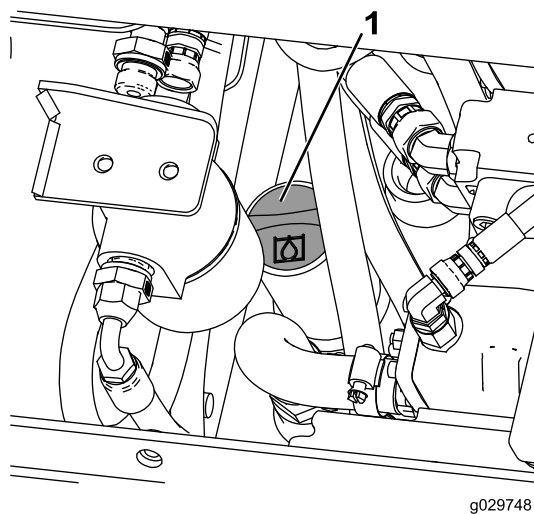

Рисунок 70
7. Очистите зону вокруг заливной горловины и крышки гидравлического бака (Рисунок 70).